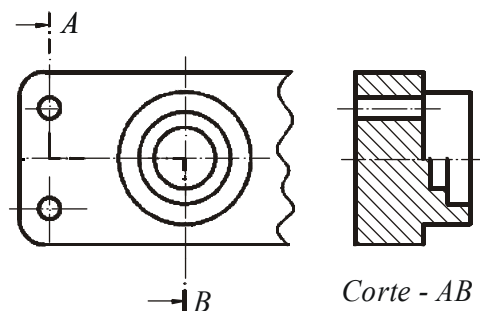

Figura 5.10
5. Quando o corte da peça for constituído de planos secantes paralelos, as hachuras devem ter a mesma direção, porém, serão deslocadas para distinguir os planos de corte, como mostra a Figura 5.10.